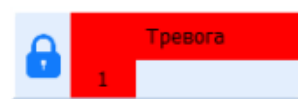

Рисунок 18.10
– **СКУД** – система контроля удаленного доступа. Отображает список устройств, находящихся в состоянии «Тревога». Устройства СКУД могут иметь состояния: «Тревога», «Внимание», «Неисправность», «Информация», «Норма» (рисунок 18.10).